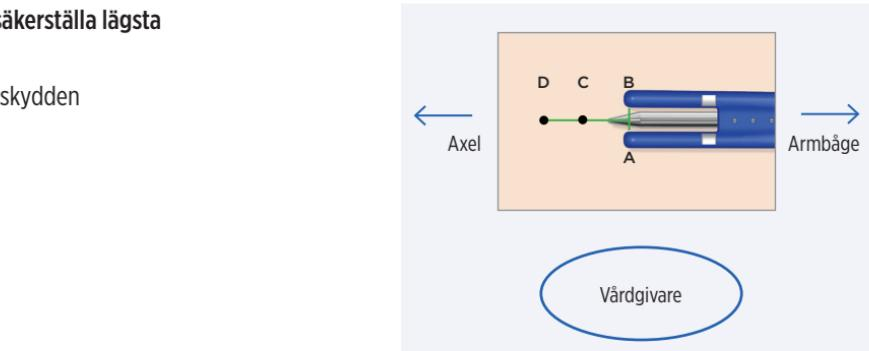

Bild 4
4. Flytta troakaren mot skuldran, med bibehållen hudkontakt med applikatorns metall- och plastdelar för att säkerställa lägsta möjliga vinkel av fickan i huden (bild 3). Fortsätt att föra verktyget framåt tills snittet mellan A och B är inom de vita hjälpmarkeringarna på insättningsskydden (ca 25 - 30 mm) (bild 4). Dra tillbaka den trubbiga troakaren helt och lägg den åt sidan.